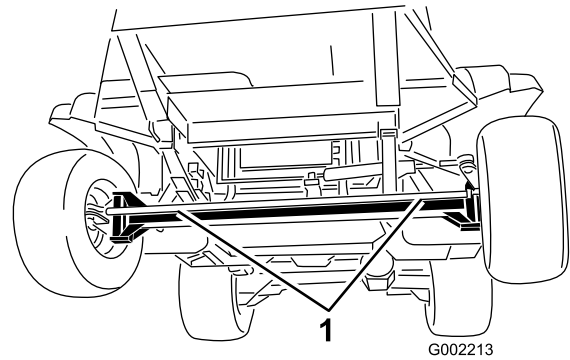
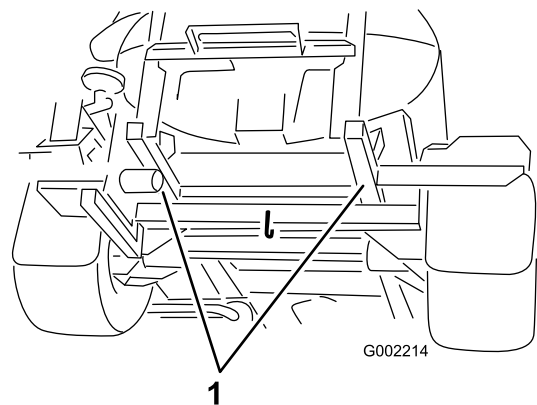

Figure 58
Figure 59
4. Accrochez un câble de remorquage au cadre; voir les points de remorquage avant et arrière (Figure 58 et Figure 59).